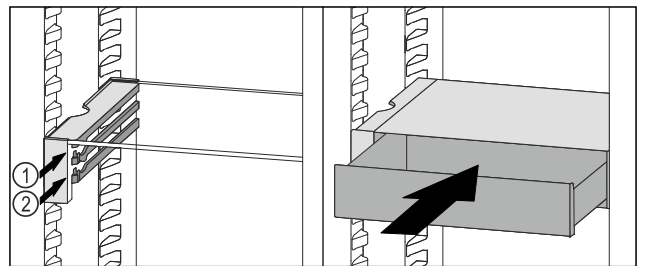

Fig. 96
- ▶ 将 VarioSafe 抽屉放置在所需肋梁 Fig. 96 (1) 或 Fig. 96 (2) 上的止动器后面。